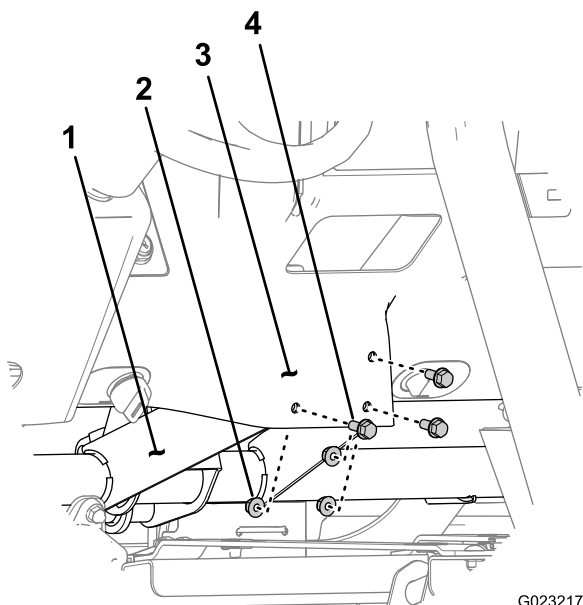

Figura 16
1. Retire os três parafusos flangeados e as três porcas flangeadas que prendem o painel de instrumentos no local central inferior do suporte de apoio do painel (Figura 16).